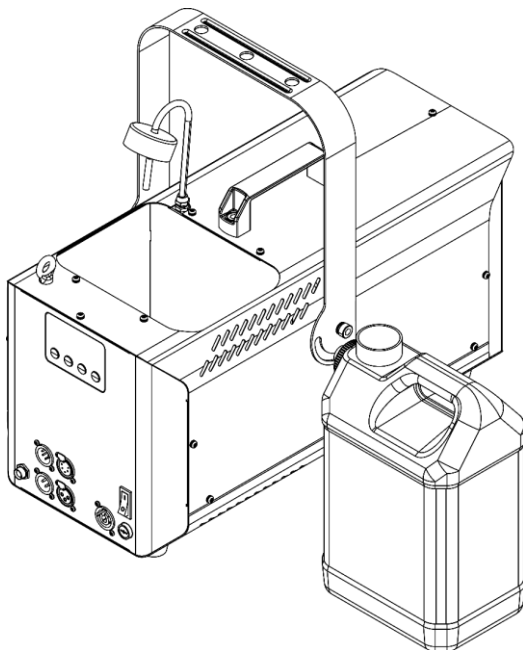

Fig. 16
- 04) Plaats de vloeistoftank op een vlakke ondergrond in de buurt van het apparaat, zoals getoond in Fig. 16.